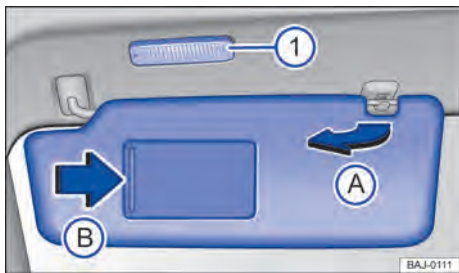

Fig. 97 No revestimento do teto dianteiro: para-sol.
- Retirar do suporte e virar na direção das portas ⇒ Fig. 97 (A).